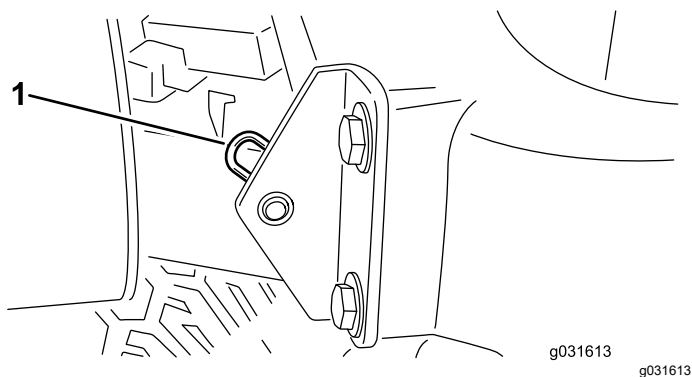

Figura 31
2. Scoatei tiftul în formă de agrafă care fixează pivotul capotei de suporturile de montare (Figura 31).